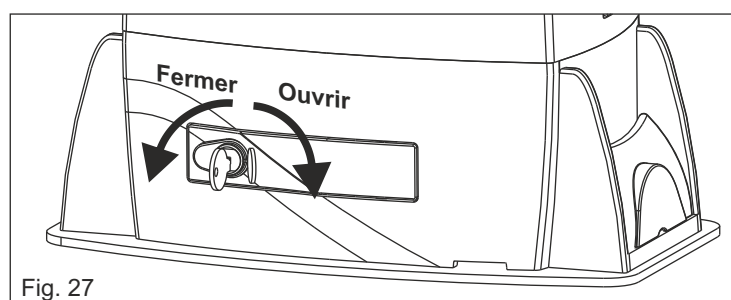

Fig. 27
- Ouvrir le couvercle de la serrure, insérer la clef et la tourner dans le sens des aiguilles d'une montre de 90° (Fig. 27)